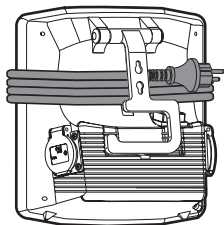

bild 12
- 4.2 Efter att man har använt kabel linda kabeln runt huven (se bild 12).